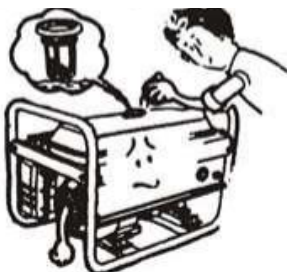

Рис. 14
5.2.2 Перевірте рівень пального та поповніть пальне при необхідності (Рис. 14).